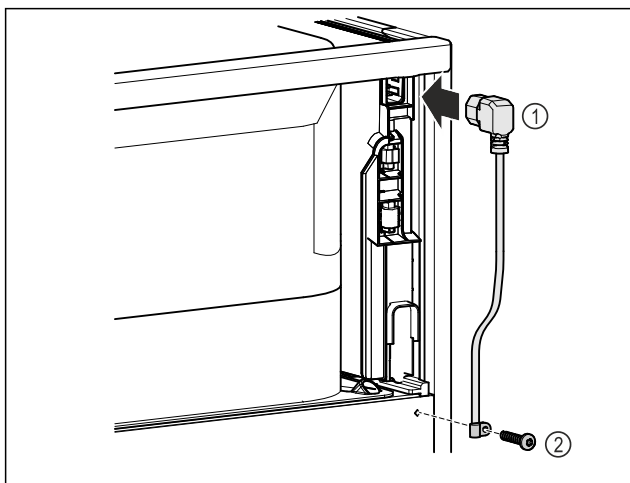

Fig. 9
- ▶ Sett inn kuldeapparatboksen til strømforsyningsledningen Fig. 9 (1) på baksiden av apparatet.
- ▶ Monter trekkavlastingen. Fig. 9 (2)